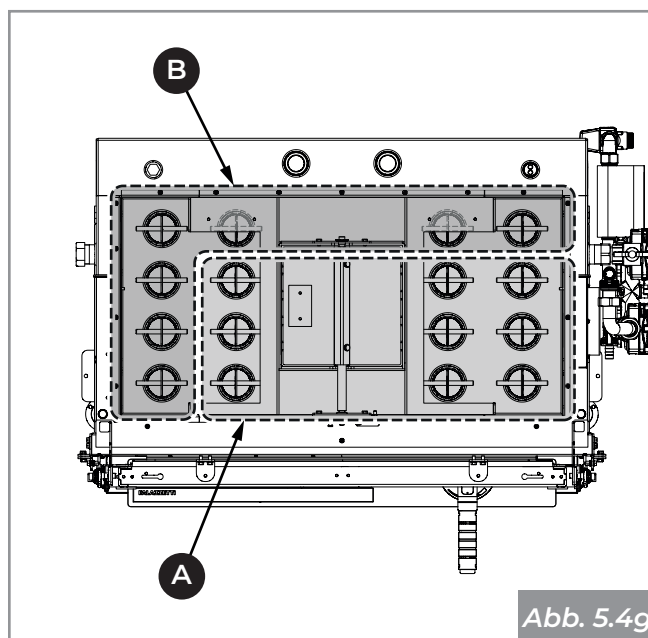

Abb. 5.4g
- Alle Turbolatoren von oben herausziehen (**A - Abb. 5.4g**), ausgenommen die vier hinteren und die drei auf der gegenüberliegenden Seite des Hydraulikaggregats, die von unten ausgebaut werden müssen (**B - Abb. 5.4g**);